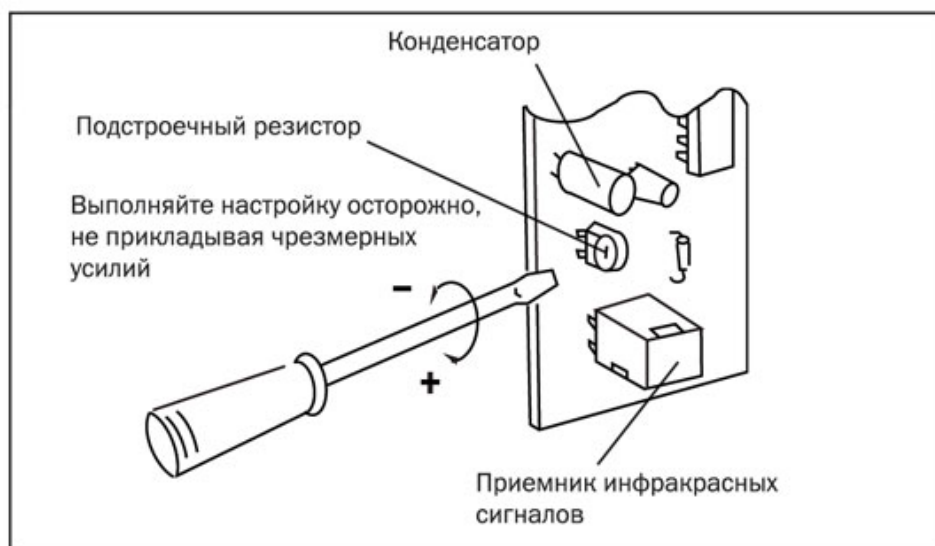

Рисунок 7
- На заводе-изготовителе инфракрасный датчик настраивается на максимальную чувствительность. Если прибор не включается или работает продолжительное время после того, как Вы убрали руки, настройте инфракрасный датчик, поворачивая подстроечный резистор при помощи отвертки, как показано на рис. 7.